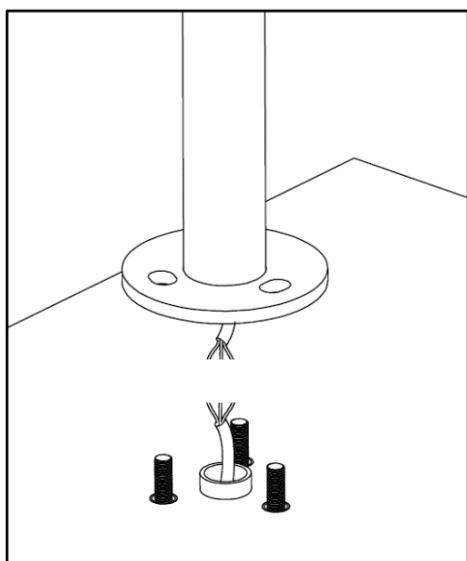
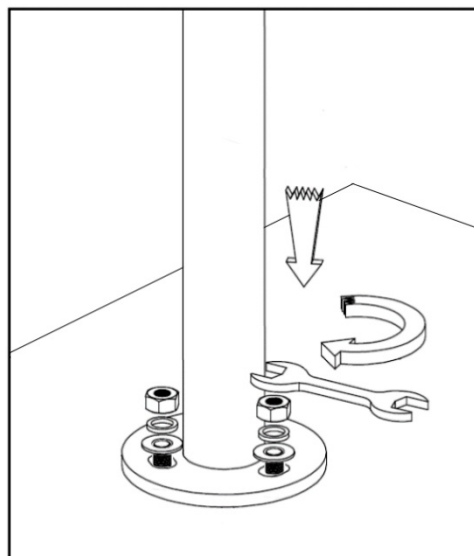

Рис. 4
Рис. 5
6.3.3 Подключить кабель питания, соблюдая полярность (Рис.4). Степень защиты соединения кабелей должна быть не ниже IP65. Установить светильник на анкерную закладную и закрепить при помощи комплекта креплений (входит в комплект поставки). Момент затяжки винтов - 8Нм (Рис.5). Подать питание и убедиться в работоспособности светильника.